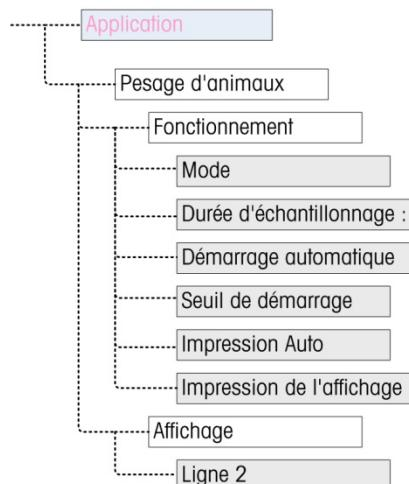

Figure 4-1 : Menu de configuration de l'application de Pesage d'animaux
La touche FONCTION (F) doit être programmée pour le pesage d'animaux dans la configuration sur **Application > Touche fonction > Attribution** pour que cette application fonctionne et accède aux étapes de la configuration de l'application de pesage d'animaux. Lorsque la touche FONCTION est correctement programmée, la branche Pesage d'animaux de la configuration est affichée comme sur la Figure 4-1.